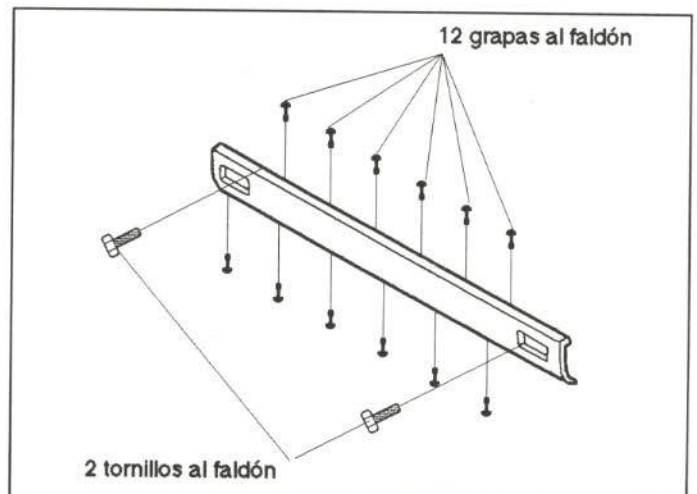

Figura 60.- Unión del paragolpes trasero
El paragolpes trasero va fijado a la carrocería mediante tornillos, tal como se muestra en la figura 60.
- Paragolpes trasero (figura 60).